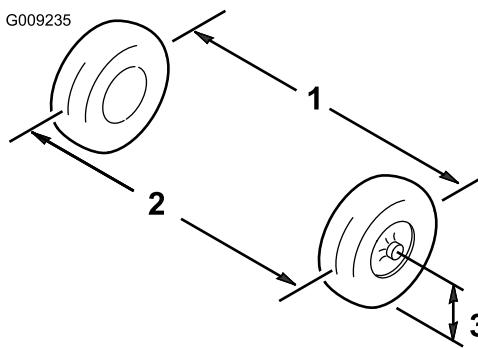

Figura 45
1. Misurate la distanza tra i pneumatici anteriori all'altezza dell'assale, davanti e dietro le ruote (Figura 45).